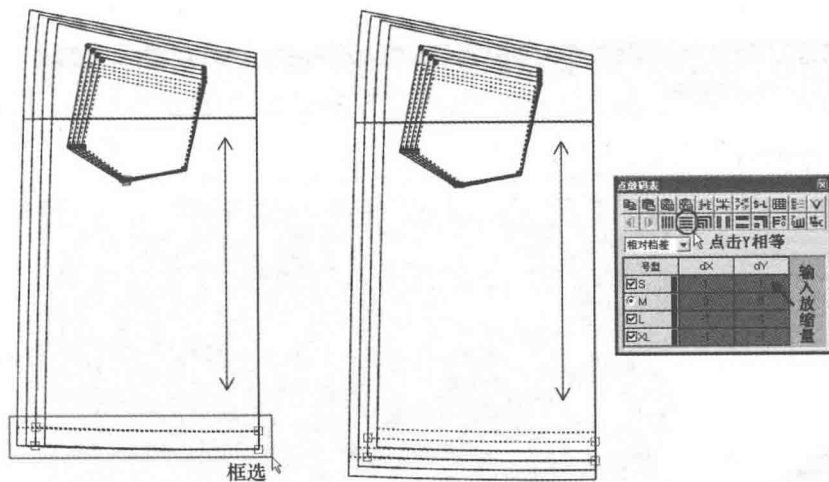

图5-46 后片下摆放缩效果图
(16) 用  【选择纸样控制点】工具框选后片下摆，在【纵向放缩】栏输入放缩量 1cm，然后点击 Y 相等（图 5-46）。